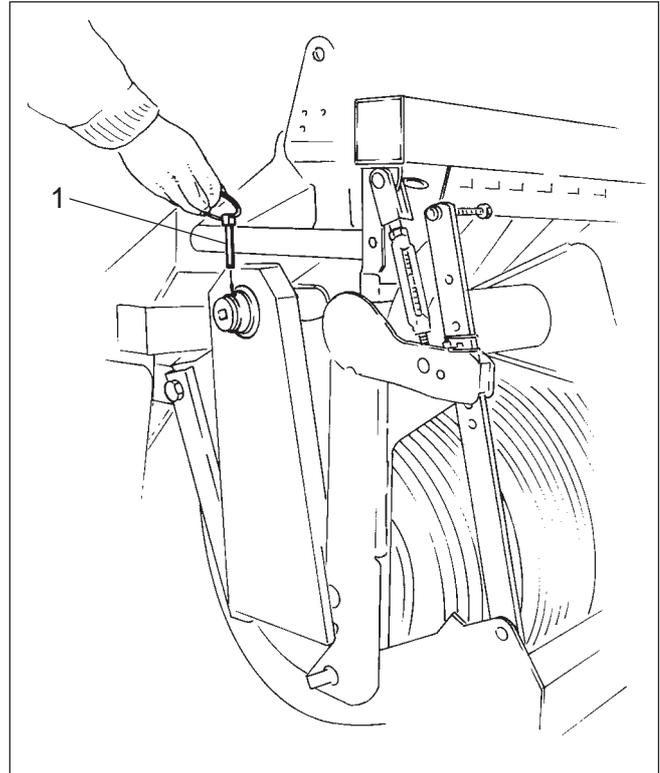

Fig. 21.7
Damit die Aufbau-Drillmaschine im Stand abgedreht werden kann, ist der Klappstecker (Fig. 21.7/1) aus dem Zwischentrieb der Reifenpackerwalze herausziehen.
- Klappstecker (Fig. 21.7/1) im Zwischentrieb der Reifenpackerwalze einstecken.